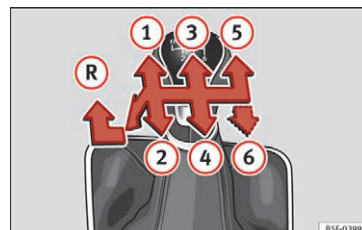

Fig. 52 Skiftediagram i forbindelse med 5-trins eller 6-trins manuel gearkasse
De enkelte gears positioner er vist på gearstangen » **Fig. 52**.
- Sæt gearstangen i frigear, tryk den nedad og helt til venstre, og skub den herefter helt frem for at sætte bilen i bakgear» **Fig. 52** **(R)**.